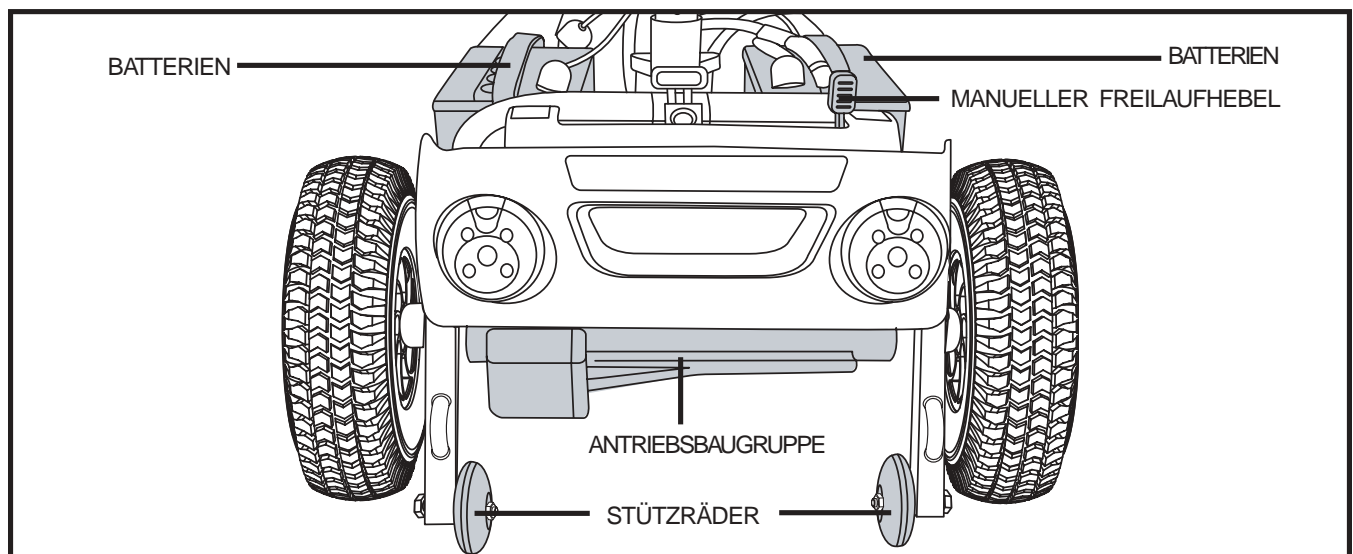

Abb. 8. Heckteil
Die Batterien, der Hauptunterbrechungsschalter (Rücksetzschalter), der manuelle Freilaufhebel, die Stützräder und die Motor-/ Getriebebaugruppe befinden sich im hinteren Teil Ihres Elektromobils. Siehe Abb. 8.
- Der manuelle Freilaufhebel befindet sich am Ende der Antriebsbaugruppe, rechts am Heck Ihres Elektromobils. Siehe Abb. 8.